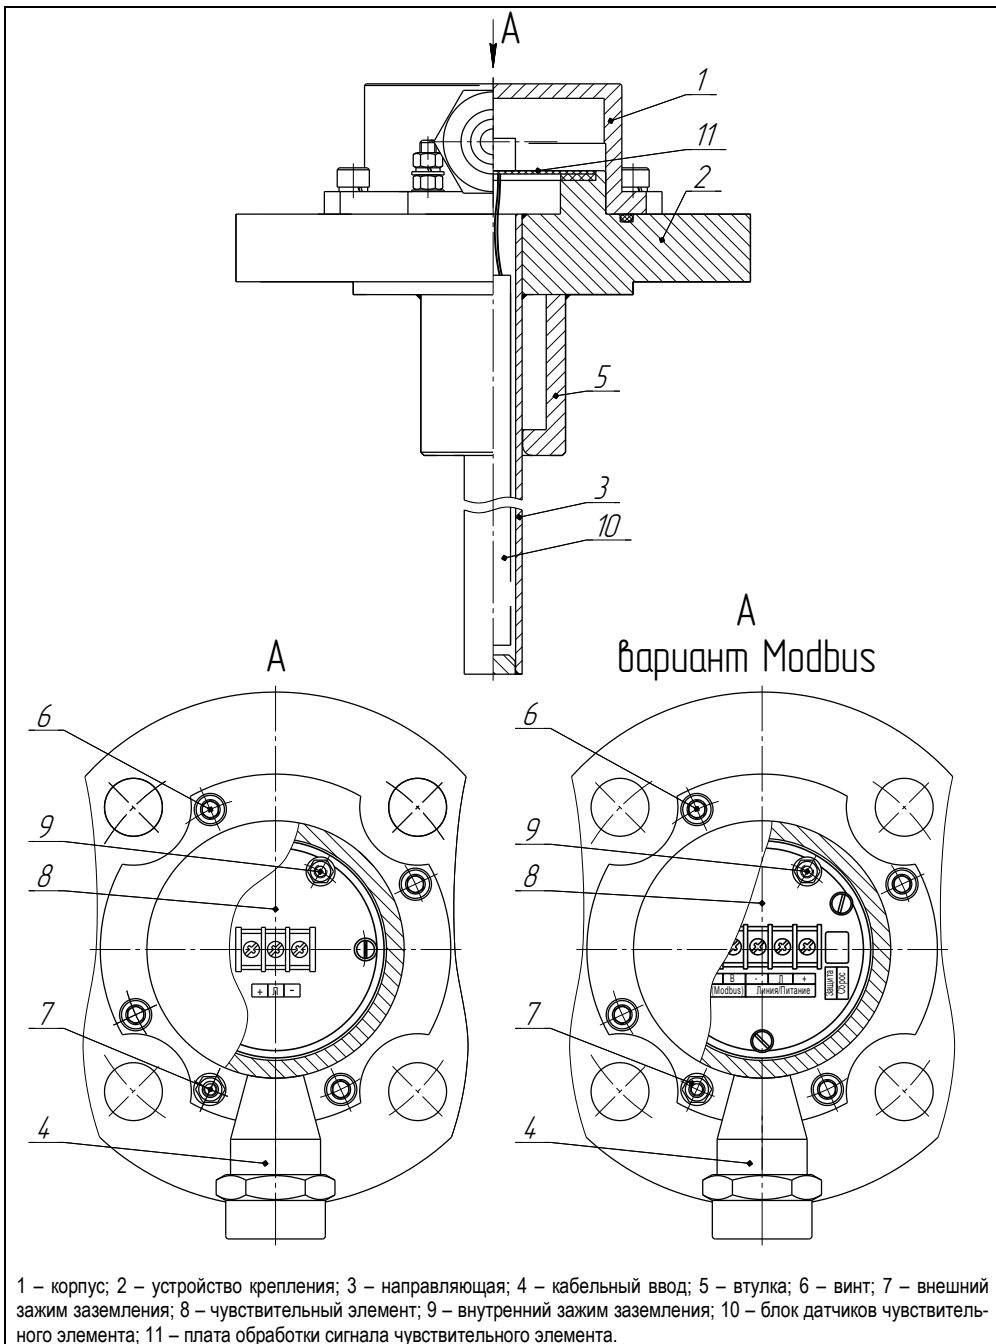

Рисунок 5
1.5.1 Корпус 1 преобразователя с кабельными вводами 4, устройство крепления 2 и направляющая 3 образуют взрывонепроницаемую оболочку преобразователя (см. рисунок 5). На направляющей устанавливаются поплавок и ограничители хода поплавков (см. рисунок 1).
Корпус преобразователя крепится к устройству крепления винтами 6 с применением пружинных шайб для исключения самоотвинчивания (см. рисунок 5). Направляющая соединена с устройством крепления сварным соединением. Втулка 5, приваренная к устройству крепления, уменьшает нагрузку на данное сварное соединение при внешних механических воздействиях.